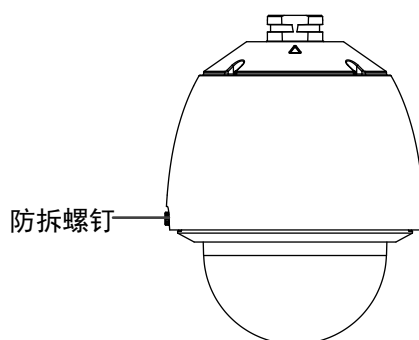

图1-18 智能球拆开主要部件图
- 打开智能球包装盒，取出智能球，拧松透明罩两端螺钉，沿缺口处用力向下拉即可打开透明罩，如图 1-18 所示。